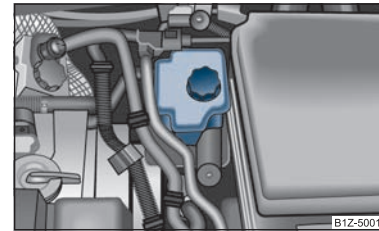

Fig. 125 Compartimentul motor: Rezervorul de lichid de frână
- Verificați nivelul lichidului de frână din rezervor ⇒ fig. 125. Nivelul trebuie să se găsească între marcasele „MIN” și „MAX”.